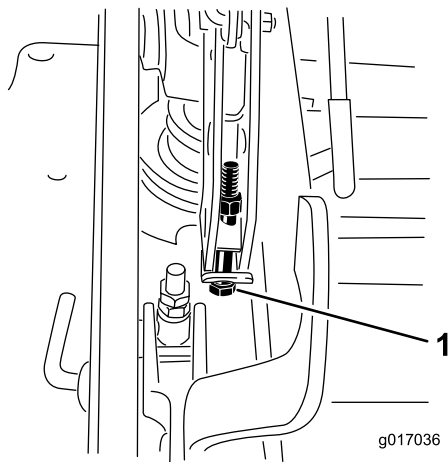

**Figure 98**
11. Pour régler le système monopoint, desserrez les 2 boulons au bas de la plaque de hauteur de coupe (Figure 98).
13. Serrez les 2 boulons au bas de la plaque de hauteur de coupe (Figure 98).